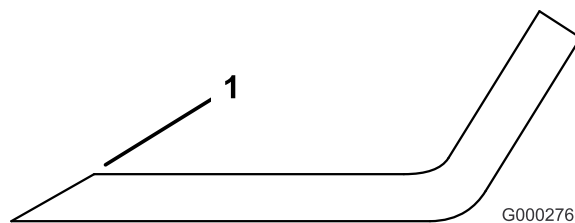

Figure 102
- Examinez les tranchants de toutes les lames et affûtez-les s'ils sont émoussés ou ébréchés. N'affûtez que le haut du tranchant et conservez l'angle de coupe d'origine pour obtenir une coupe nette (Figure 102). Limez la même quantité de métal sur chacun des deux tranchants pour ne pas déséquilibrer la lame.
Si la lame est trop usée, une entaille se forme entre la partie relevée et la partie plane (Figure 102). La lame risque alors de se briser et un morceau peut alors être projeté du dessous de la machine, vous blessant gravement ou une personne à proximité.